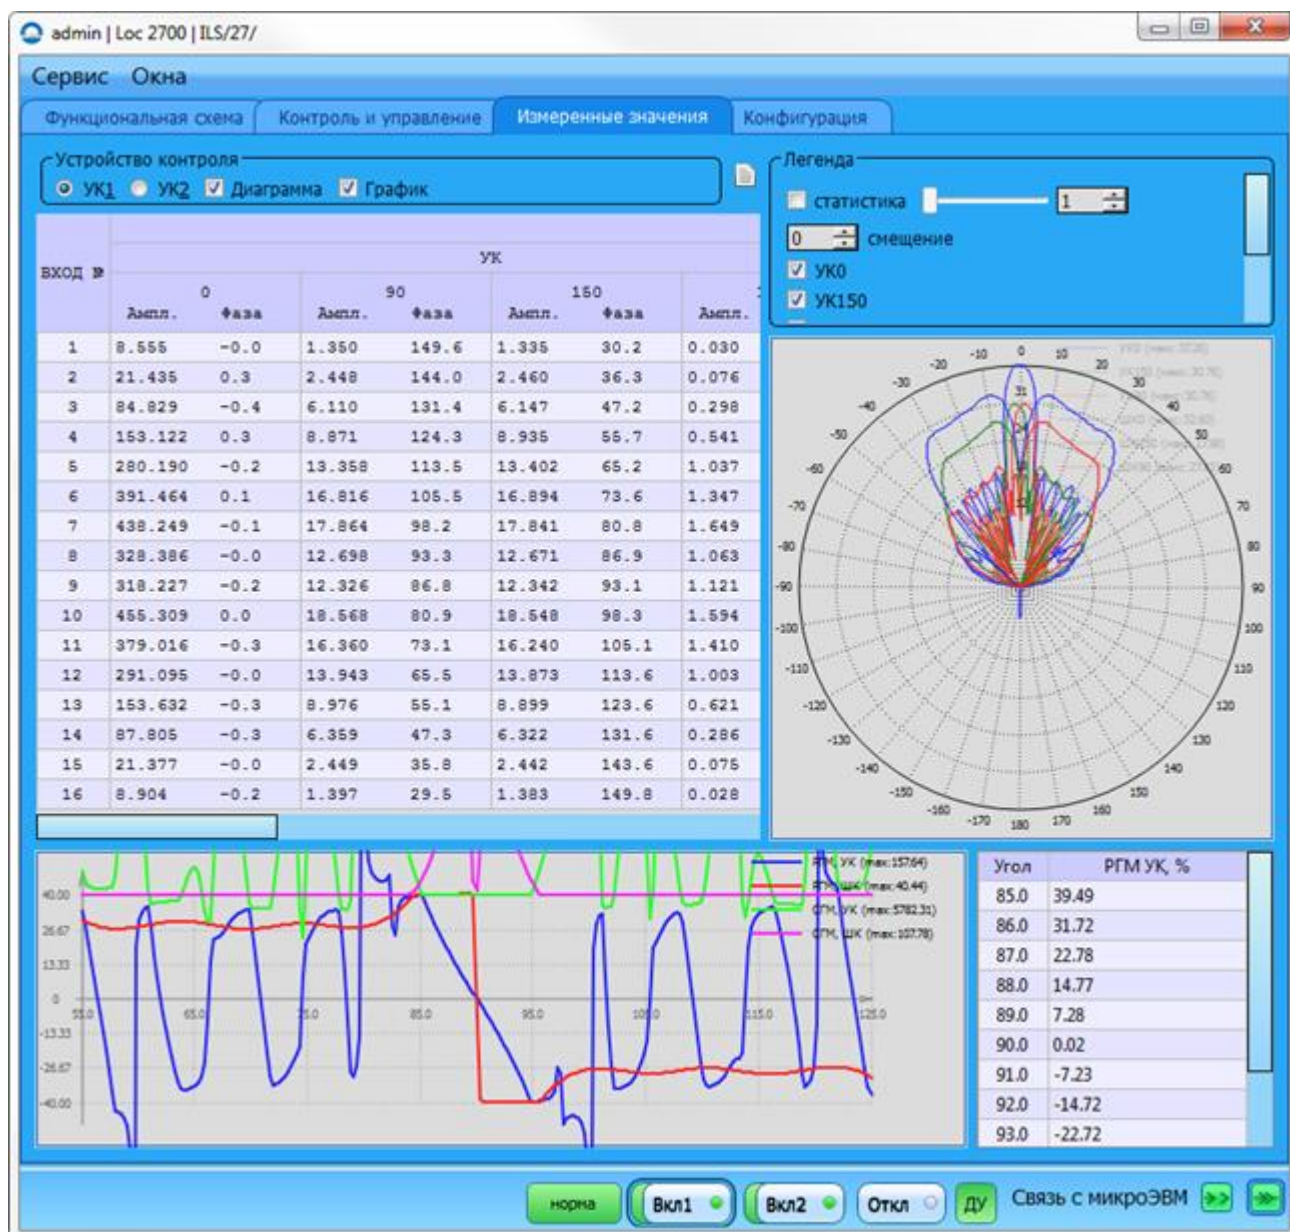

Рисунок 2.9 – Вкладка «Измеренные значения»
2.6.3 Вкладка «Измеренные значения» (рисунок 2.9) отображает измеренные амплитуды и фазы сигналов с контрольных кабелей АМУ Loc. Из полученных данных строятся графики РГМ, СГМ и диаграммы направленности АМУ Loc. Вкладка имеет информативный характер. Название столбцов «0», «90», «150» и «1020» соответствуют гармоникам спектра излучаемого радиомаяком сигнала.